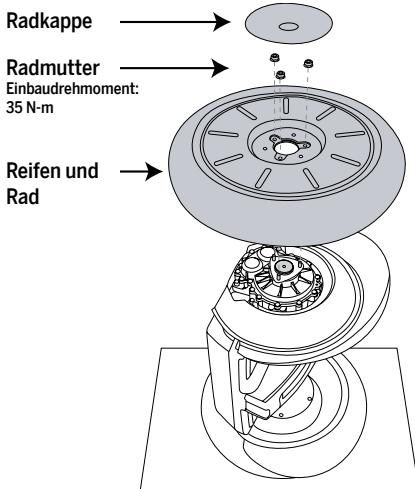
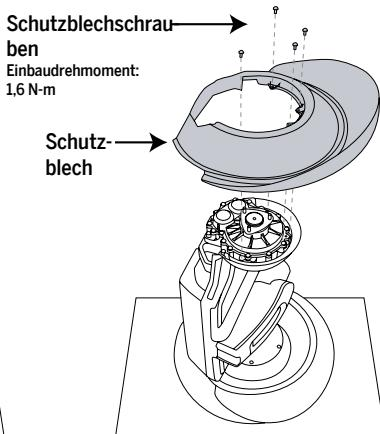

Abbildung 1. Reifen- und Radbaugruppe aus- oder einbauen
Abbildung 2. Schutzblech aus- oder einbauen
2. Kippen Sie den Segway PT auf die Seite. Das Schutzblech, das entfernt werden soll, muss nach oben weisen. Das andere Rad muss auf einer sauberen, glatten Oberfläche ruhen. **Siehe Abbildung 1.**
4. Halten Sie das Rad gut fest, damit es sich nicht dreht, und drehen Sie die (3) Radmuttern mit einem 13-mm-Steckschlüssel heraus. Sie benötigen diese (3) Radmuttern zum Wiedereinbau des Rads.
6. Zum Ausbauen des Schutzblechs benötigen Sie den sechszackigen T20-Drehmomentschlüssel. Entfernen Sie die (4) Schrauben, mit denen das Schutzblech am Getriebegehäuse befestigt ist. Heben Sie das Schutzblech dann nach oben weg. **Siehe Abbildung 2.**
7. Richten Sie das neu einzubauende Schutzblech so aus, dass es mit den Löchern im Getriebegehäuse zur Deckung kommt. **Siehe Abbildung 2.**
8. Drehen Sie die (4) 11 mm langen Schrauben (im Kit enthalten) durch das Schutzblech in das Getriebegehäuse ein. Ziehen Sie die Schrauben mit einem sechszackigen T20-Drehmomentschlüssel auf 1,6 N·m an.
9. Halten Sie die Reifen-/Radbaugruppe über die 3 Gewindestifte, um das Rad wieder anzubringen. **Siehe Abbildung 1.**
10. Halten Sie das Rad gut fest, damit es sich nicht drehen kann, und drehen Sie die (3) Radmuttern auf. Ziehen Sie die Muttern mit einem 13-mm-Steckschlüssel auf 35 N·m an.